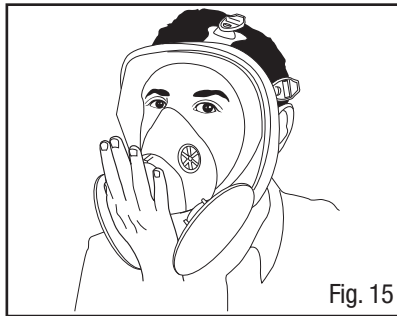

Fig. 15
2. Coloque la palma de la mano sobre la válvula de exhalación y exhale con cuidado (Fig. 15). Debe tener cuidado de asegurar el buen sello de la válvula de exhalación. Para llevar a cabo esto, cubra toda la cara de la válvula azul con la base de la palma.